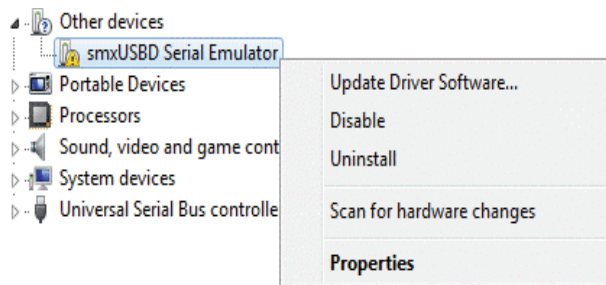

Abbildung 80 Geräte manager Windows 7
3. Klicken Sie unter **Other devices (Weitere Geräte)**, mit der rechten Maustaste auf **smxUSB Serial Emulator** und wählen Sie **Update Driver Software (Treibersoftware aktualisieren) aus.** (Abbildung 80).